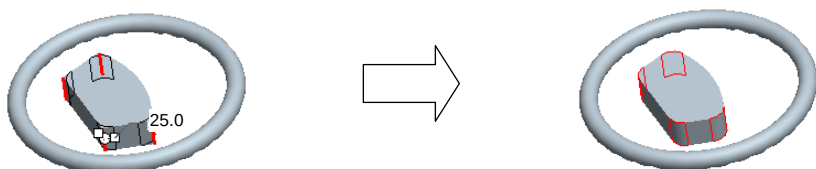

图 4.4.35 圆角特征 1
Step5. 创建图 4.4.35 所示的圆角特征 1。选取图 4.4.35 所示的四条边线为倒圆角的边线；输入圆角半径值 25.0。